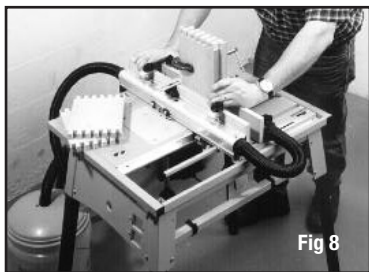

Fig 8
Assemblage d'essai (2 pièces d'ouvrage) - Figure 8
5. Faites coulisser les pièces d'essai contre la butée et, à l'aide d'une presse en C ou ustensile similaire, maintenez-les dans cette position décalée, ainsi qu'il est visible dans la Figure 8.